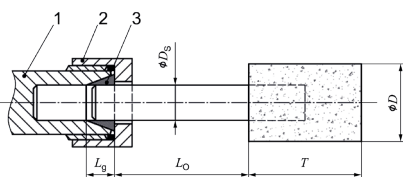

图 1 — 夹头与夹爪的夹持长度
- 注意，小型砂轮由于夹爪和砂轮之间的轴长更长而必须降低允许转速（超出部分）。最小夹持长度应保持在 10 mm。（见图 1 及制造商建议的小型砂轮）。